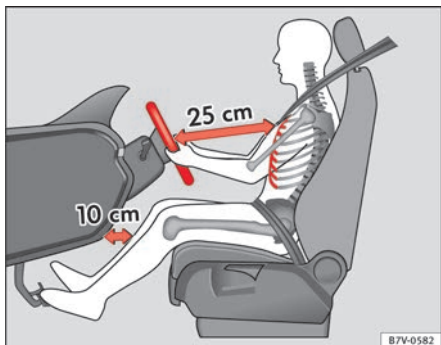
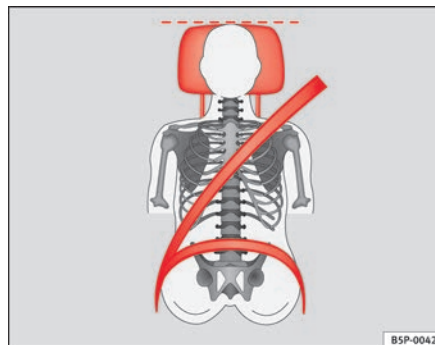

Abb. 1 Der richtige Abstand des Fahrers zum Lenkrad muss mindestens 25 cm (10 inch) betragen.
Abb. 2 Richtiger Gurtbandverlauf und richtige Kopfstützeinstellung.
- Kopfstütze so einstellen, dass die Oberkante der Kopfstütze sich möglichst auf einer Linie mit dem oberen Teil des Kopfs – jedoch nicht niedriger als Augenhöhe – befindet. Hinterkopf stets so nah wie möglich an der Kopfstütze positionieren ⇒ Abb. 1 und ⇒ Abb. 2.
- Lenkrad so einstellen, dass der Abstand zwischen Lenkrad und Brustbein mindestens 25 cm (10 inch) beträgt ⇒ **Abb. 1** und das Lenkrad mit beiden Händen und leicht gebeugten Armen seitlich am äußeren Rand festgehalten werden kann.
- Fahrersitz in Längsrichtung so einstellen, dass die Pedale mit leicht angewinkelten Beinen durchgetreten werden können und der Abstand zur Instrumententafel im Kniebereich mindestens 10 cm (4 inch) beträgt ⇒ **Abb. 1**.